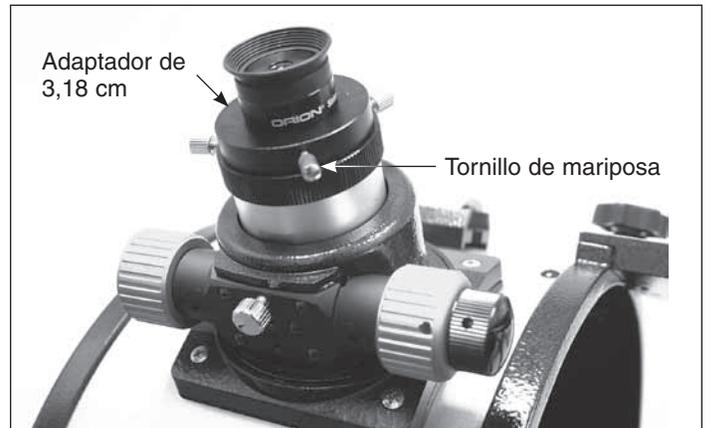

Figura 30. Ocular Sirius Plössl de 3,18 cm Sirius Plössl instalado en el enfocador.
- Para montar el ocular Sirius Plössl de 3,18 cm en lugar del ocular DeepView de 5,08 cm, deje el adaptador de 3,18 cm en el enfocador y asegúrese de que los dos tornillos de mariposa del adaptador de 5,08 cm están apretados. A continuación, afloje el tornillo de mariposa del adaptador de 3,18 cm, no afloje los dos tornillos de mariposa del adaptador de 5,08 cm. Inserte el ocular de 3,18 cm en el adaptador para oculares de 3,18 cm y sujételo volviendo a apretar el tornillo de mariposa del adaptador para oculares de 3,18 cm (figura 30). El otro ocular se puede colocar en el portaoculares hasta que lo necesite.